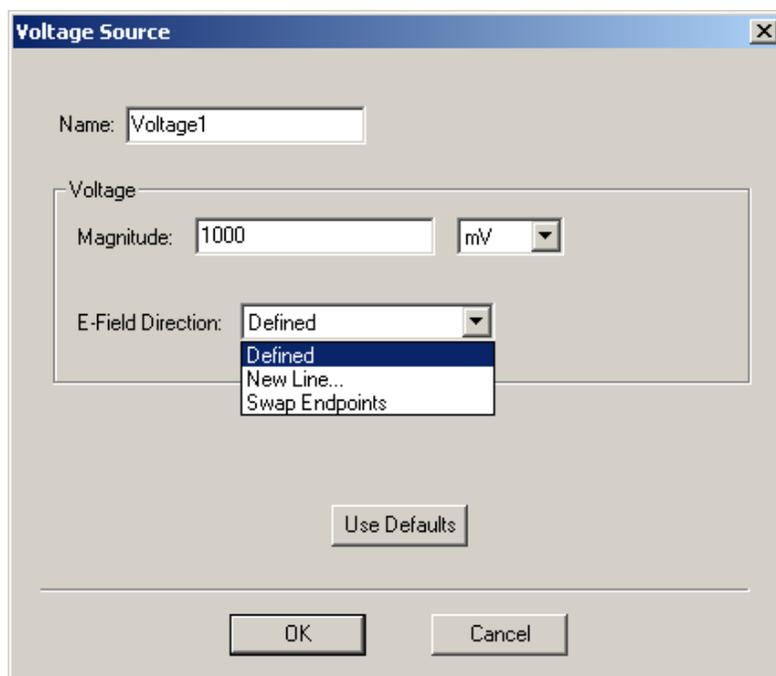

Рис. 5.45. Задание интегральной линии дискретного источника
2. Нажмите **HFSS>Excitations>Assign>Voltage**. Появляется окно **Voltage Source** (рис. 5.45).